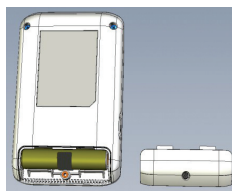
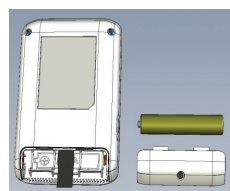

Fig. 1a
Fig. 1b
- 5.2.1. Para instalar/substituir a bateria, desparafuse e retire a tampa do compartimento da pilha na parte de trás do aparelho (Fig. 1a). Retire a bateria usando a tira de pano incorporada no compartimento; Coloque a nova bateria seguindo as indicações sobre a polaridade da pilha marcadas dentro do compartimento da bateria, (Fig. 1b), recoloque a tampa e aperte o parafuso.